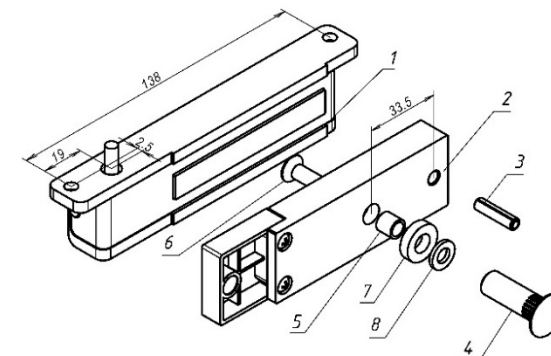

Рисунок 1
3.1 Комплект поставки (рисунок 1):
- корпус замка (1) - 1 шт.
- якорь (2) - 1 шт.
- штифт (3), втулка (4), втулка проходная (5), винт М6х35 (6), кольцо уплотнительное (7), шайба (8).